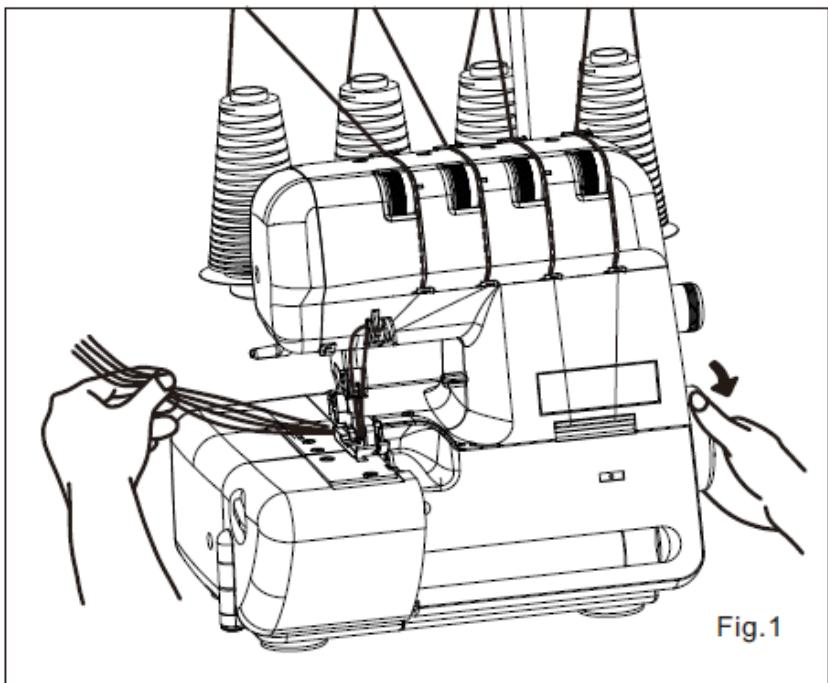

Fig.1
- Bitte bewahren Sie die nicht benutzte Nadel auf dem Nadelkissen auf. Ziehen Sie den Konverter wie in Abb. 1 dargestellt heraus.
2. Nach Abschluss der Näharbeiten bringen Sie den Rollsäumfinger wieder an. Bitte stellen Sie sicher, dass der Rollsäumfinger bis zum Anschlag eingeschoben ist (siehe Abb. 1).
Die Nahtbreite ist im Bereich von 4 bis 7 mm einstellbar. Stellen Sie die Nahtbreite einfach am Nahtbreiteneinstellrad je nach verwendetem Stoff ein. Die Standardeinstellung ab Werk beträgt 6 mm. Stellen Sie die Breite auf „5“, falls die Kante sich während des Nähens einrollt (siehe Abb. 1).